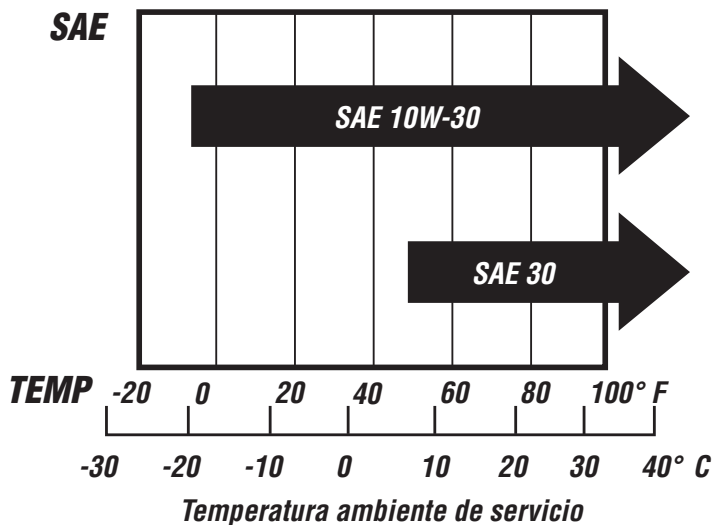

Figura 6
1. Colocar la motocultivadora en una superficie a nivel y asegurarse que la barra de arrastre de profundidad esté en una posición tal que el bastidor principal de la motocultivadora esté a nivel. (Véase la figura 6)
2. Retirar la tapa de llenado / varilla medidora del nivel de aceite y enjuagarla con un paño. (Véase la figura 6)